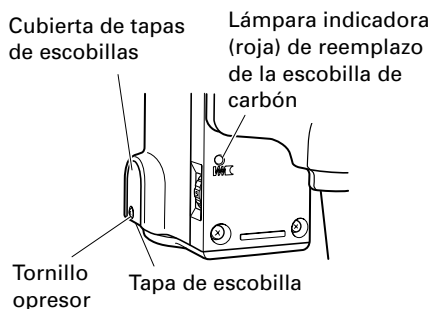

Fig. 20
4. Acerca de la l3mpara indicadora (roja) de reemplazo de la escobilla de carb3n (Fig.20)
(Para el nombre de las piezas, consulte la Fig. 20)